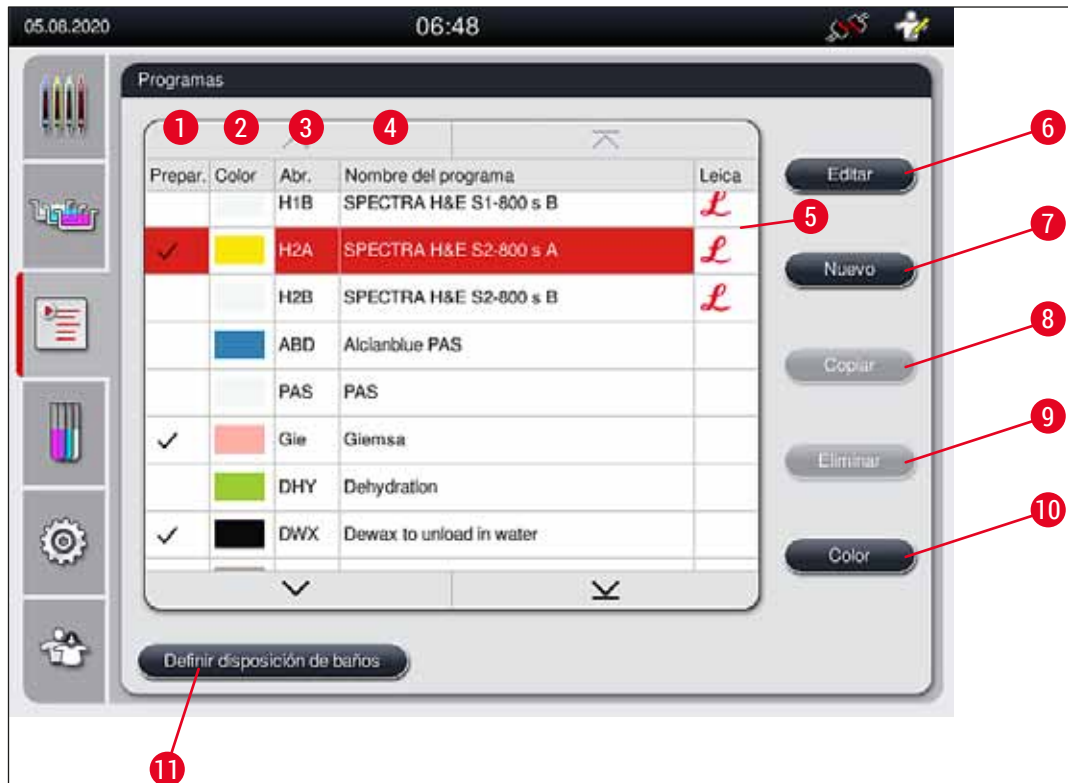

Fig. 41
- Para asignar un color del asa del portaobjetos a un programa, pulse el programa correspondiente de la lista de programas (→ "Fig. 41") para seleccionarlo.
Algunos programas de tinción Leica se pueden utilizar de forma paralela con ajustes diferentes (intensidad de tinción, paso de horno) (→ P. 69 – 5.9.3 Adaptación del programa de tinción Leica H&E). Estos programas se preinstalan dos veces en la lista de programas (→ "Fig. 41"). Para distinguir entre estos programas de tinción Leica H&E doblemente preinstalados, en la lista de programas se muestran las abreviaturas S1A y S1B o S2A y S2B. Estos programas constan exactamente de los mismos pasos de programa. Si en la disposición de los baños se integran dos programas idénticos, además se deben escanear y rellenar dos kits de tinción Leica.